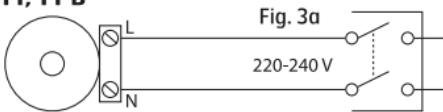
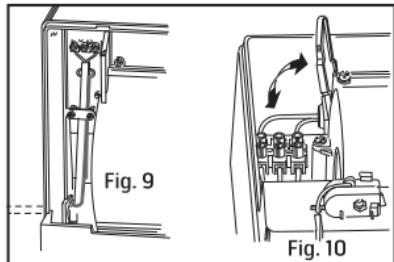

Fig. 3a
Fig. 9
Standardowe wentylatory włączane i wyłączane są osobnym wyłącznikiem. Podłączenie zgodnie z Fig. 3a
Wentylatory włączane i wyłączane za pomocą wbudowanego wyłącznika sznurowego. Podłączenie zgodnie z Fig. 3a.
5. Połączenia elektryczne mogą być wykonywane wyłącznie przez uprawnionego instalatora zgodnie ze schematem połączeń, rys. 3a / 3b. Połączeń dokonuje się na liście zaciskowej na tylnej płytcie wentylatora, rys 10. Przewód zasilający przepuszcza się przez otwór z tyłu wentylatora, rys. 9, lub od strony tego otworu, gdzie tworzywo jest cieńsze do nawarcenia.